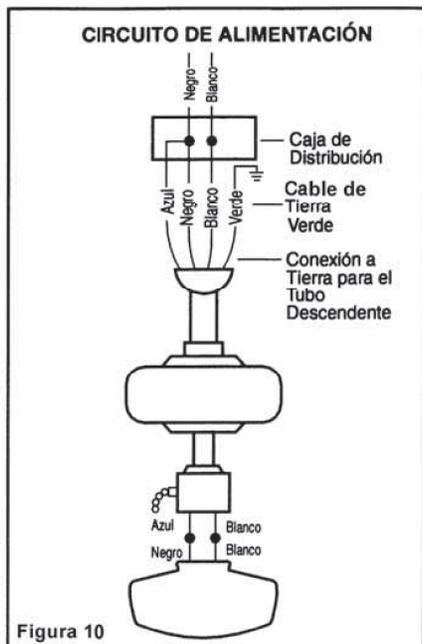

Figura 10
**Paso 3** Conectar el cable de suministro del ventilador ( cable negro) y el cable del ventilador ( cable azul) al cable negro del circuito eléctrico de la casa como muestra la Figura 10.